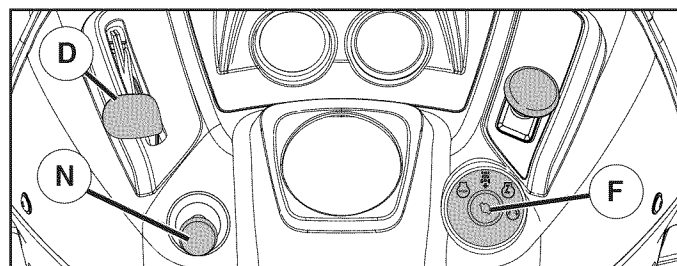

Fig. 19
- Mover la palanca de mando entre la posición (D) de velocidad media y máxima (rápida).
- Gire la llave de ignición (F) a la posición de apagado "STOP" y remueva la llave al abandonar el tractor para evitar el uso no autorizado.
### PARA USAR EL CONTROL DE LA ACELERACIÓN (D) (Vea Fig. 19)
### PARA USAR EL CONTROL DE ESTRANGULACIÓN (N) (Vea Fig. 19)